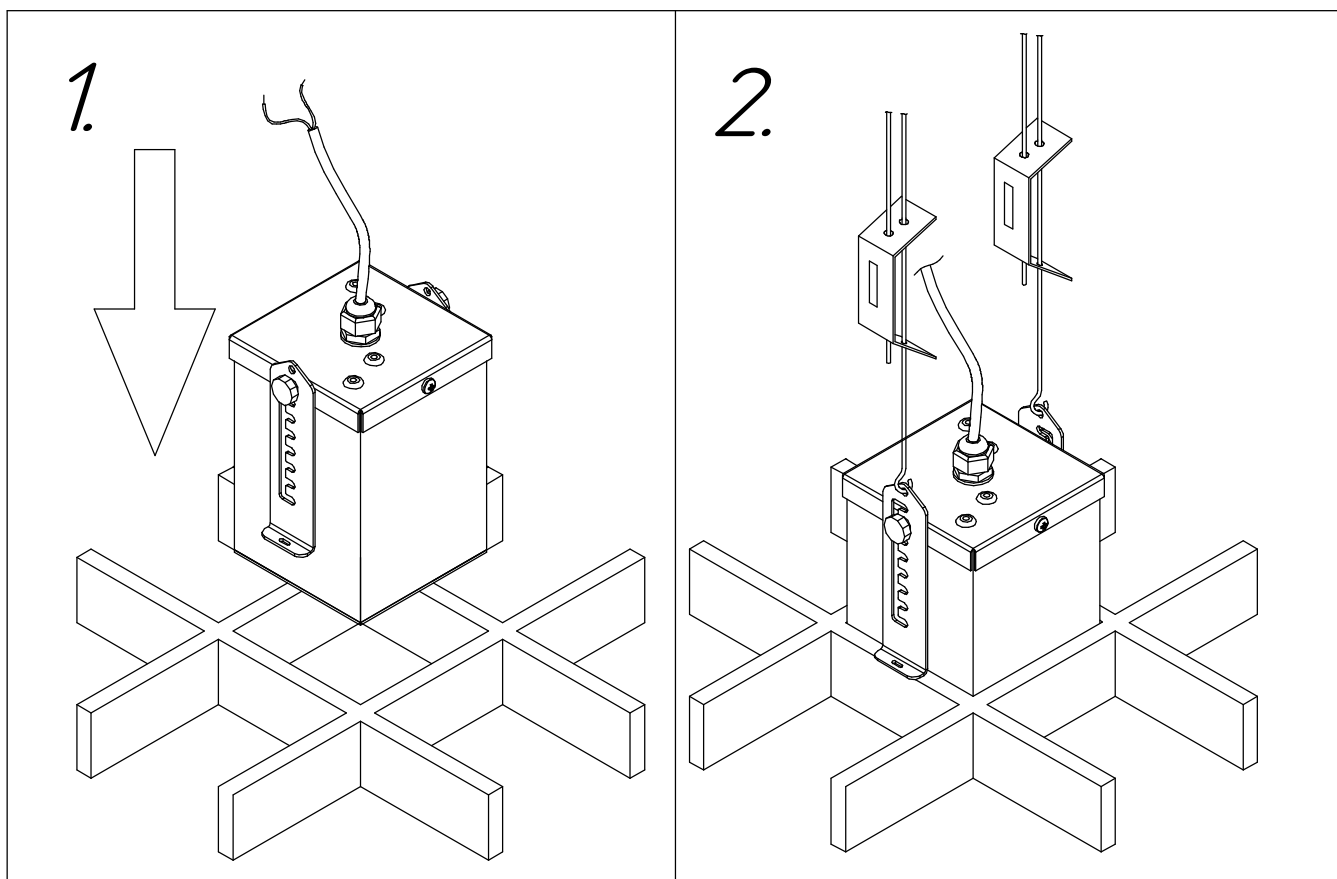

Рисунок 2 - Схема установки светильников ДВО33 потолок
5.5 Заведите светильник в ячейку потолка (см. рисунок 2 п.1).
5.6 Закрепите светильник на потолочные подвесы (в комплект поставки не входит) через установочные отверстия на Г-образных планках(см. рисунок 2 п.2).